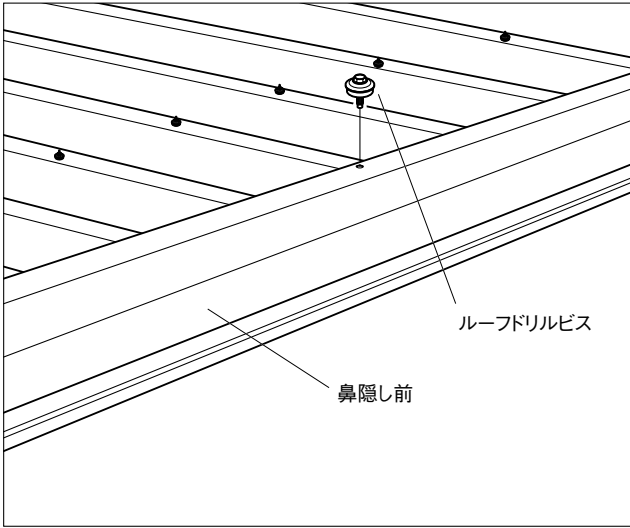

図57
(7) 鼻隠し前と屋根をルーフトリルビスで固定します。(図57)